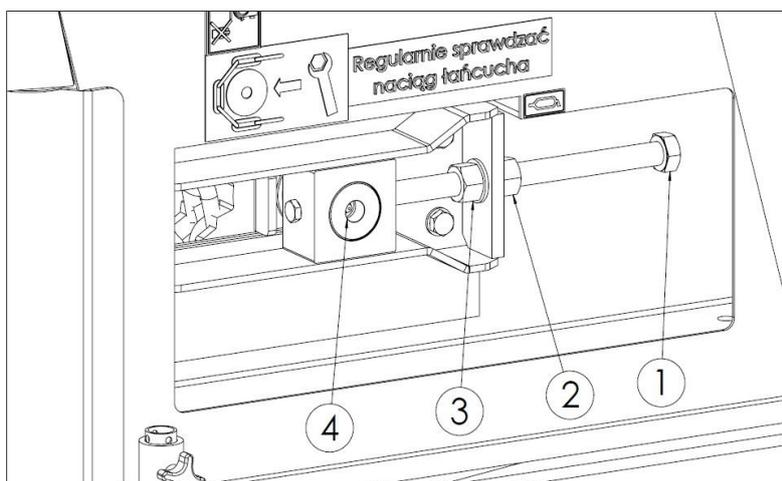

Figure 31. Tension des chaînes du fond mouvant 1 – vis de réglage, 2-3 – écrous, 4 – unité de roulement du tendeur
La tension des chaînes du fond mouvant pendant le fonctionnement doit être vérifiée quotidiennement et surtout pendant la période initiale de fonctionnement. La tension des chaînes du convoyeur se fait au moyen de vis de réglage situées dans la partie avant des parois latérales du caisson – figure 31. Pour augmenter la tension des chaînes, desserrez l'écrou (2), en maintenant l'écrou (3) avec la vis (1) à l'aide d'une clé, déplacez l'unité de roulement (4) vers l'avant. Effectuez l'opération de tension sur les côtés gauche et droit de l'épandeur, en veillant à ce que la tension de la chaîne soit uniforme.